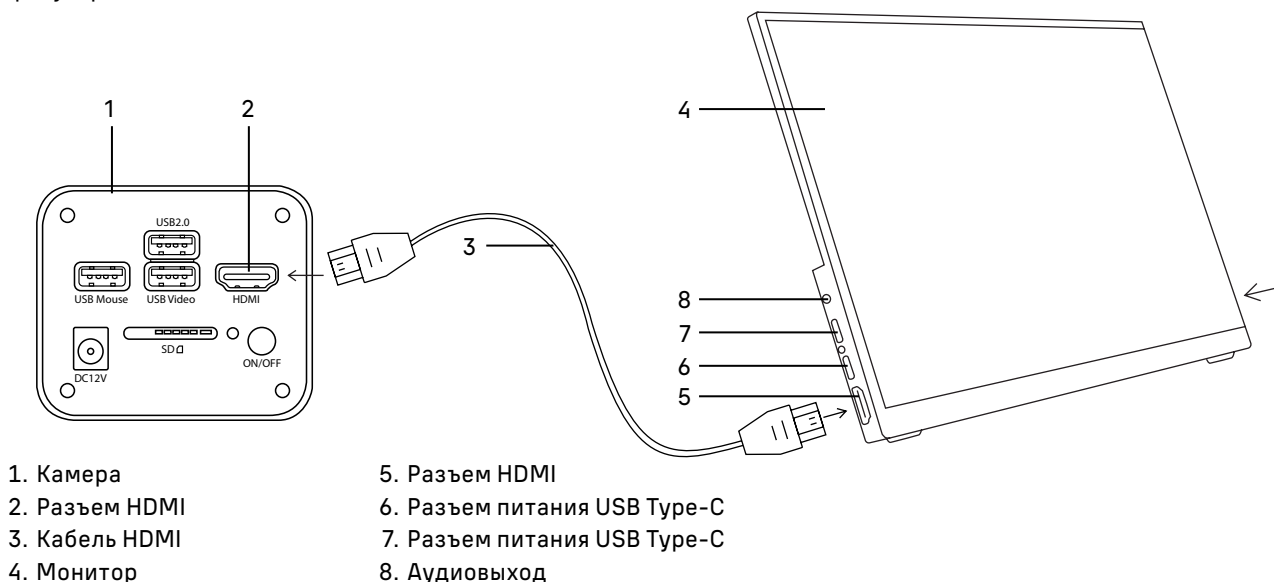

Рис. 14. Использование монитора
- Включите монитор нажатием нижней кнопки на боковой панели, как указывает стрелка (не показано на рис. 14).